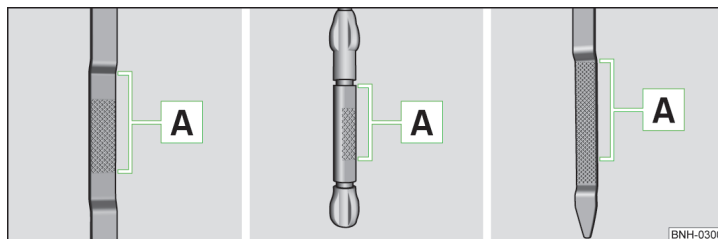

Fig. 115 Prezentarea în principiu: Joja de ulei
Joja de ulei » fig. 115
- Nivelul de ulei nu are voie să fie în niciun caz sub sau deasupra domeniului **A** » fig. 115 - există pericol de deteriorare motorului, precum și a instalației de evacuare a gazelor arse!
- Dacă nivelul de ulei este situat deasupra zonei **A** » fig. 115,  nu continuați deplasarea! Opriți motorul și apelați la asistență din partea unei unități specializate.